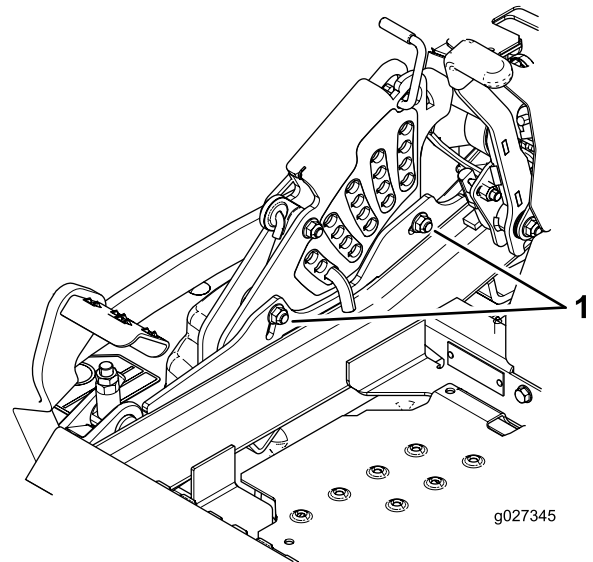

Figura 92
11. Para ajustar el sistema de ajuste de un solo punto, afloje los 2 pernos situados cerca del borde inferior de la pletina de altura de corte (Figura 92).
13. Apriete los 2 pernos en el borde inferior de la pletina de altura de corte (Figura 92).